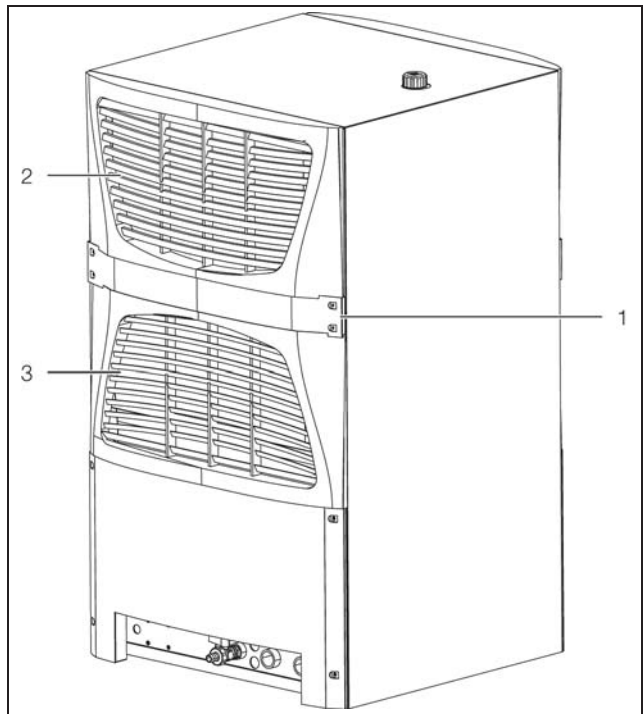

Fig. 50: Installazione del filtro (3334.660)
- Smontare il pannello (fig. 50, pos. 1). A tal scopo rimuovere le viti.
- Rimuovere dal contenitore la griglia di aerazione superiore (fig. 50, pos. 2) e la griglia inferiore (fig. 50, pos. 3) sul lato posteriore (entrata aria) del chiller.